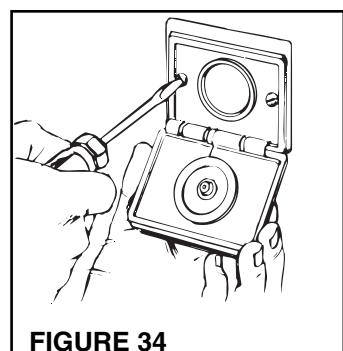

FIGURE 34
- Insérez la prise murale dans le support et fixez-la avec les deux vis fournies (Figure 34).